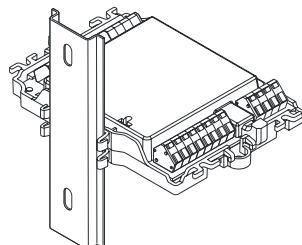

Fig. 1
- On a top hat rail (Fig. 1)
2. Push the input/output module with the mounting feet against the top hat rail until the mounting feet engage (Fig. 1).
- Auf einer Hutschiene (Fig. 1)
2. Drücken Sie den Ein-/Ausgabebaustein mit den Montagefüßen gegen die Hutschiene, bis diese einrasten (Fig. 1).